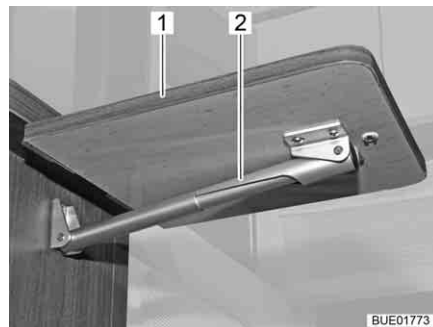

Fig. 130 Mesa de bar plegable, desplegada
- Tirándola suavemente, separar la mesa de bar plegable (Fig. 130,1) del sujetador magnético.
- Girar el tablero de la mesa hacia arriba hasta que se active la fijación del soporte telescópico (Fig. 130,2).